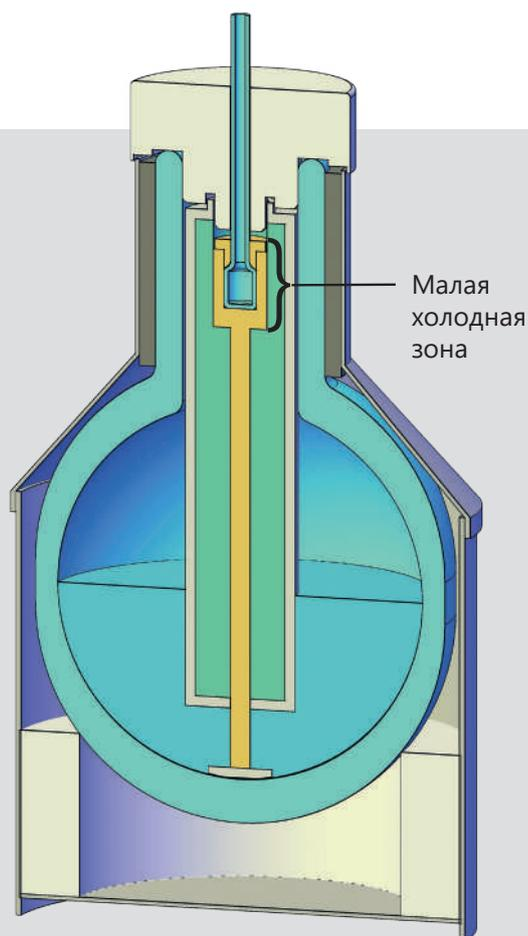

Рисунок 4 Схема приставки cryoTune с демонстрацией малой холодной зоны
- гарантируется постоянная малая холодная зона размером несколько сантиметров (см. рисунок 4): такое уменьшение свободного объёма становится особенно удобным при измерениях материалов с малой удельной поверхностью;